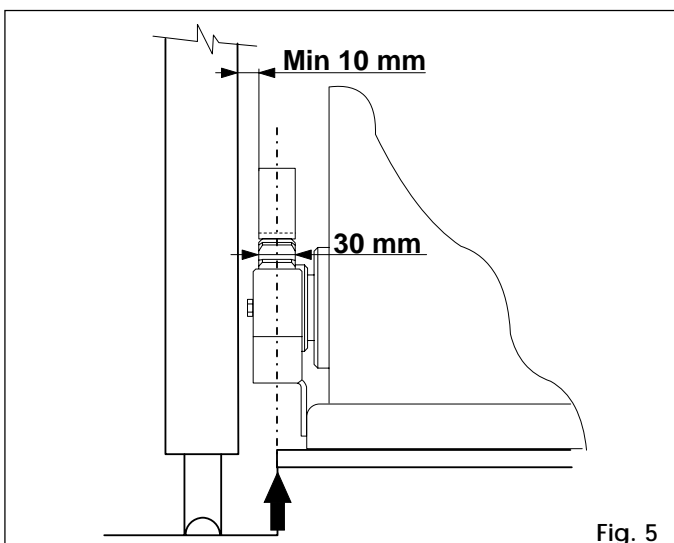
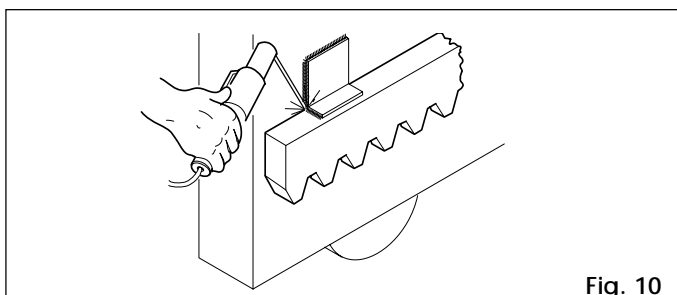

Fig. 5
Fig. 10
Per le quote di posizionamento fare riferimento a fig. 5.
- 3) Registrare l'altezza dei piedini tenendo sollevato il motoriduttore dalla piastra di 1 cm e la distanza dal cancello come da fig. 5 e 9.
**Importante:** Per il fissaggio della cremagliera all'anta è necessario costruire appositi supporti in relazione alla tipologia del cancello da automatizzare. In fig. 10 viene mostrato un esempio di supporto a "L". Per il posizionamento dei supporti fare riferimento alle fig. 5 e 9.